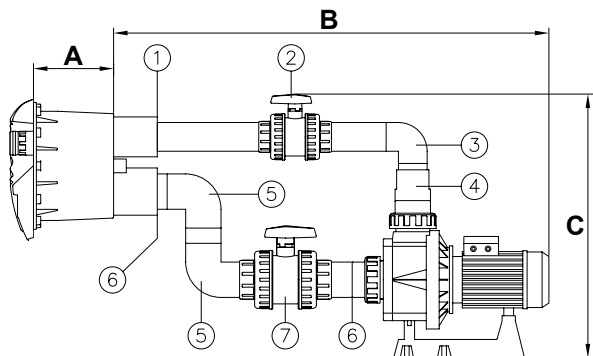

Fig. 6
- Incollare la boccola ridotta da 75x63 mm (n.1, Fig. 6) nella presa di mandata della nicchia (vedi Fig. 6).
- Incollare un tubo \varnothing 63mm (*) alla boccola ridotta (n.1, Fig. 6).
- Incollare la valvola \varnothing 63mm. (n.2, Fig. 6) al tubo \varnothing 63mm (*).
- Incollare il tubo \varnothing 63mm (*) alla valvola \varnothing 63mm (n.2, Fig. 6).
- Incollare il gomito \varnothing 63mm. (n.3, Fig. 6) al tubo \varnothing 63mm (*).
- Incollare il tubo \varnothing 63mm (*) al gomito (n.3, Fig.6).
- Incollare la riduzione conica 90/75/63 mm (n.4, Fig. 6) al tubo \varnothing 63mm (*) e al raccordo della pompa \varnothing 90mm.
- Incollare la boccola ridotta da 90x75 mm (n.6, Fig. 6) alla presa di aspirazione della nicchia (vedi Fig. 6).
- Usando un tubo \varnothing 75mm (*) incollare un gomito \varnothing 75mm (n.5, Fig. 6) alla boccola ridotta (n.6, fig. 6).
- Usando un tubo \varnothing 75mm (*) si unirà l'altro gomito \varnothing 75mm (n.5, Fig. 6) al gomito già incollato (vedi Fig. 6).
- Incollare la valvola \varnothing 75mm (n.7, Fig. 6) al gomito (n.5, Fig. 6) utilizzando un tubo \varnothing 75mm (*), per unirli.
- Incollare un tubo \varnothing 75mm (*) alla valvola (n.7, Fig. 6).
- Incollare una boccola ridotta 90x75 mm (n.6, Fig. 6) al tubo \varnothing 75mm (*) ed al raccordo della pompa \varnothing 90mm.